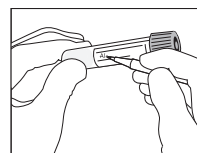

Fig. 4
6. Inscrire les informations concernant la patiente sur l'étiquette du tube ou apposer une étiquette d'identification avec les informations de la patiente (Fig.4).